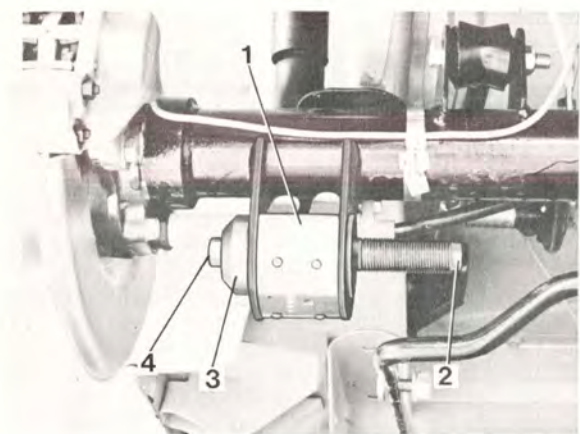

Bild 7-13.
8. Placera distansen (1 bild 7-13), kring bussningen, trä spindeln (2) genom bussningen från insidan. Sätt upp dorn "C" (3) och muttern (4) på utsidan. Centrera dorn "C" på bussningen innan den dras fast med spindeln.